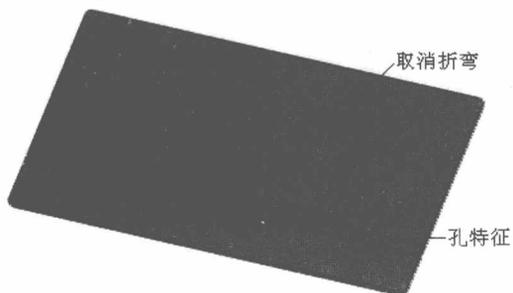

图 1-11 创建其他钣金特征
(5) 创建其他钣金特征。在钣金基体上进行取消折弯操作，并在弯边位置创建孔特征，如图 1-11 所示。